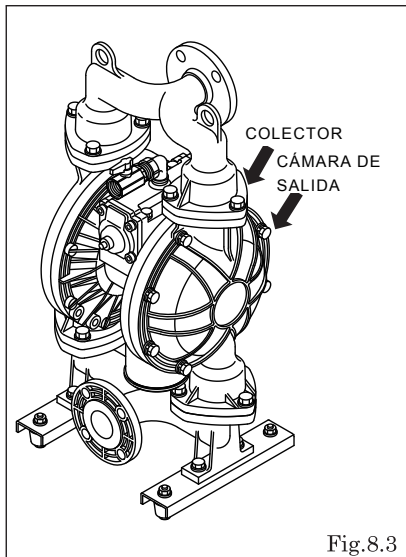

Fig.8.3
- Vuelve a apretar el compartimento de la salida y entonces el múltiple en esta orden. [Fig. 8.3]